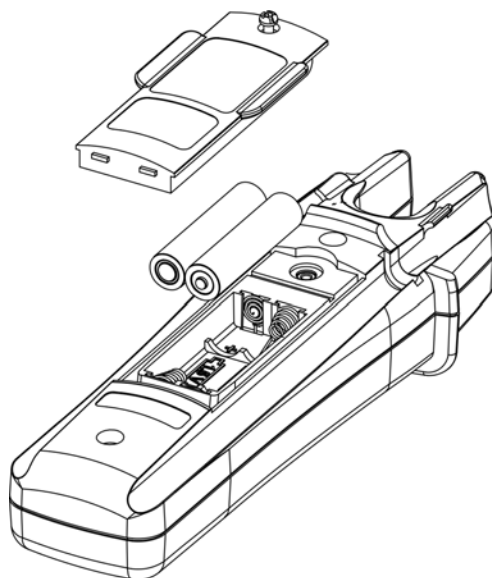

Fig. 8: Sostituzione delle batterie interne
4. Rimuovere le batterie dal vano batteria (vedere Fig. 8)